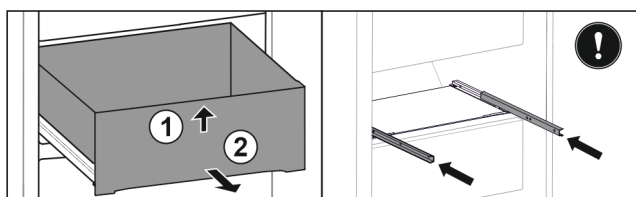

Fig. 98
- ▶ Nadvihnite zásuvku vpredu. Fig. 98 (1)
- ▶ Odoberte zásuvku dopredu. Fig. 98 (2)